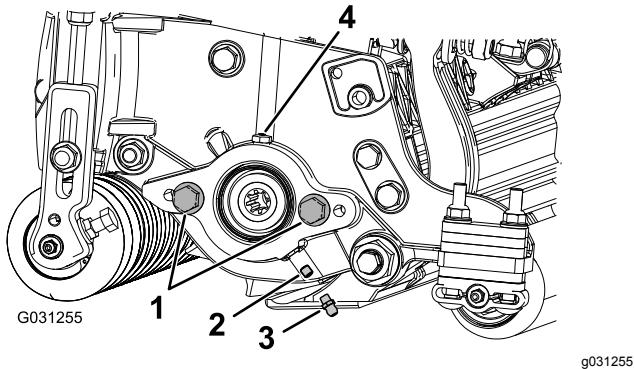

Рисунок 4
1. Выверните и удалите в отходы установочный винт на боковой пластине двигателя барабана (Рисунок 4).
2. Установите прямую масленку (Рисунок 4).
2. Если на боковой пластине двигателя барабана нет колпачковых винтов, установите их (Рисунок 4).
3. Установите уплотнительное кольцо на двигатель барабана (Рисунок 4).